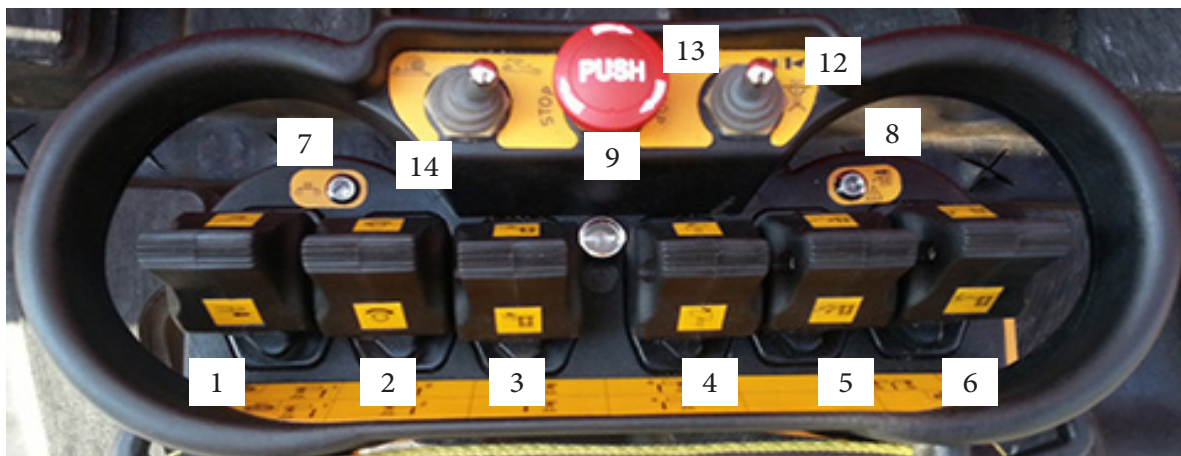

Fig. 3.4
- Le moteur peut également être démarré par le panneau de commandes au sol via l'interrupteur 10 de la fig. 3.4.